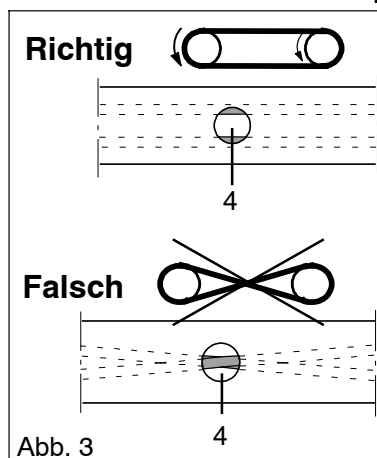

Abb. 3
Riemen A (20) (Abb. 3)
- ◇ Durch das Kontrollfenster (4) kann geprüft werden, ob der Riemen A richtig eingebaut ist